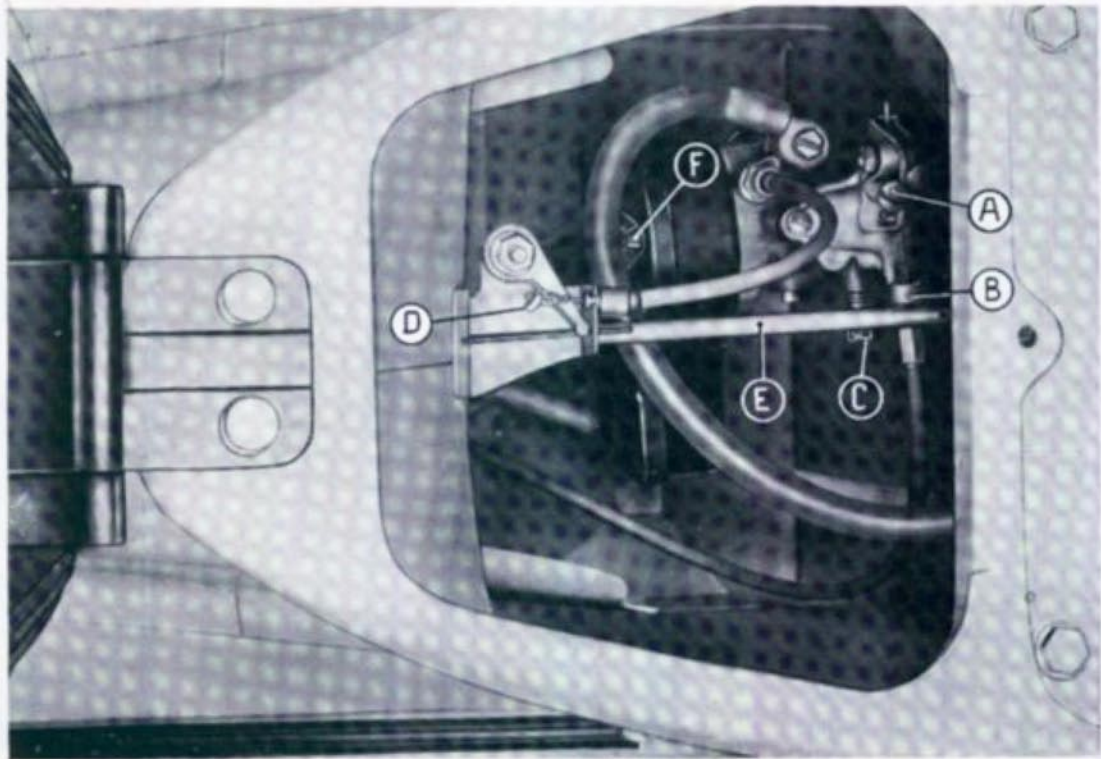

Fig. 11 - Come accedere al depuratore aria e al carburatore (ved. norme a pag. 16 - 18).
**Per regolare il minimo**, avvitare o svitare la vite n. 2 di fig. 8 (vite indicata anche in fig. 11 lettera « A »).
- Sul corpo del carburatore, è applicato il registro a vite per la regolazione del gioco sulla trasmissione comando gas (« B » in fig. 11): effettuare la regolazione **solo in caso di necessità** o di smontaggi e rimontaggi.
- Sul carburatore vi è anche una vite con molla che parzializza il condotto del minimo (fig. 8 n. 3) e fig. 11 « C ». Per non influire sul funzionamento del motore ai bassi regimi, **non è consigliabile per il cliente** modificare la posizione di detta vite; in caso di necessità, rivolgersi alle Stazioni di Servizio.
| SMONTAGGIOFITRO ARIAPER PULITURA | <ul style="list-style-type: none"><li>— Ribaltare la sella (fig. 4), togliere la sacca porta-attrezzi, distaccare l'occhiello del cavetto comando starter (fig. 11 «D») e smontare l'asta del rubinetto (fig. 11 «E») svitare i dadi « a galletto F » fig. 11 di fissaggio del filtro aria ed estrarlo.</li></ul>   | Le operazioni di sostituzione olio devono essere eseguite a motore caldo.                                                         |
| <p>DIFFICOLTÀ D'AVVIAMENTO</p> <p>1. - Alimentazione - Carburazione - Accensione.</p> <p>Mancanza miscela nel serbatoio.</p> <p>Filtro, getti, corpo del carburatore o rubinetto ostruiti o sporchi.</p> <p>Motore Ingolfato.</p> <p>Filtro aria otturato o sporco.</p> <p>Candela sporca - Isolante della candela rotto.</p> <p>Puntine del ruttore sporche, consumate o bucherellate, mal registrate.</p> | <p>Inserire la riserva. Rifornimento appena possibile.</p> <p>Smontare e lavare in benzina. Asciugare con un getto di aria compressa.</p> <p>Vedere pag. 16.</p> <p>Vedere pag. 18 e fig. 11.</p> <p>Distaccare il cavo dalla candela e controllare se, azionando la leva di avviamento, scocca la scintilla fra l'estremità del cavo e la massa.</p> <p>Rivolgersi alle Agenzie di Vendita.</p> |  <p>Fig. 18 - Schema dell'accensione1. Bobina del volano - 2. Camma del volano - 3. Ruttore - 4. Condensatore - 5. Candela - 6. Pulsante massa motore (sul commutatore).</p> |